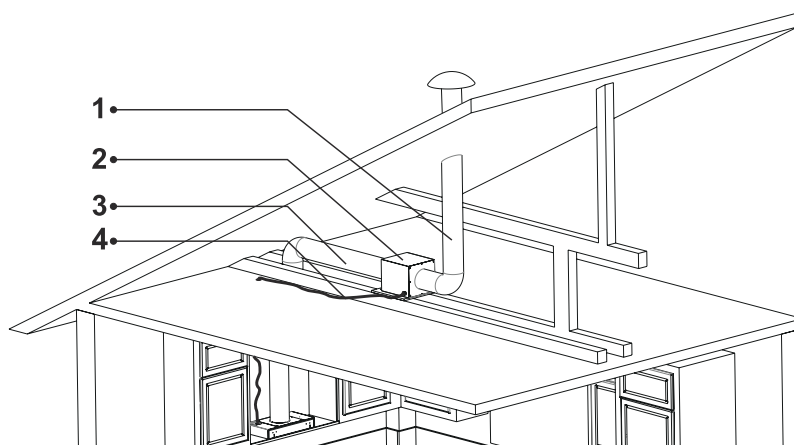

Fig. 33
2. ➤ Tilslut nu aftrækskanalerne på motorkabinettet (Fig. 33).
Brug nu den 8 m. lange 9 polet multikabel og tilslut den fra emhætten til motorkabinettet (Fig. 33).